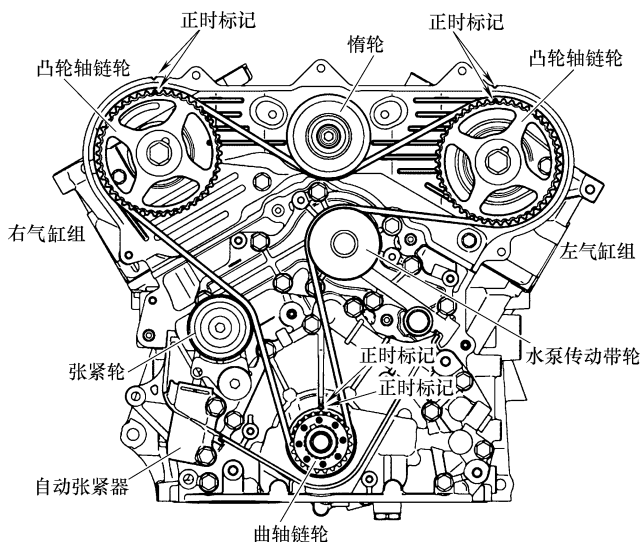

图 28-16 查看正时标记
8) 如图 28-16 所示，查看所有链轮的正时标记是否对齐。